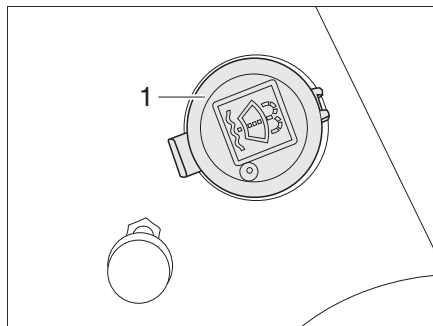

Fig. 31 Tubo de llenado depósito de agua para lavar
- Quitar la tapa (Fig. 31,1) del tubo de llenado del depósito de agua para lavar.